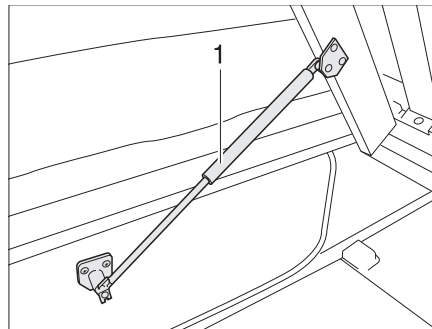

Bild 56 Festes Bett
- Lattenrost anheben. Die Gasdruck-Federn (Bild 56,1) halten den Lattenrost in geöffneter Stellung.